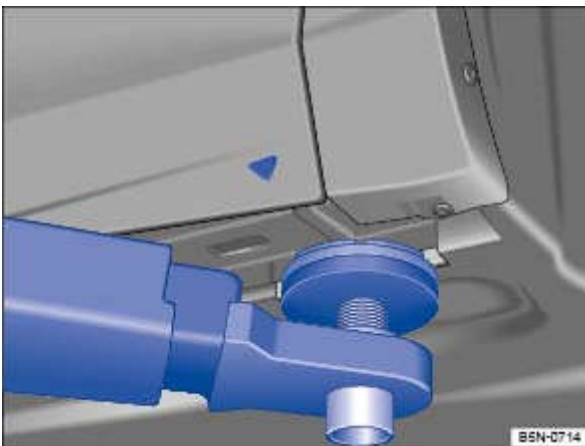
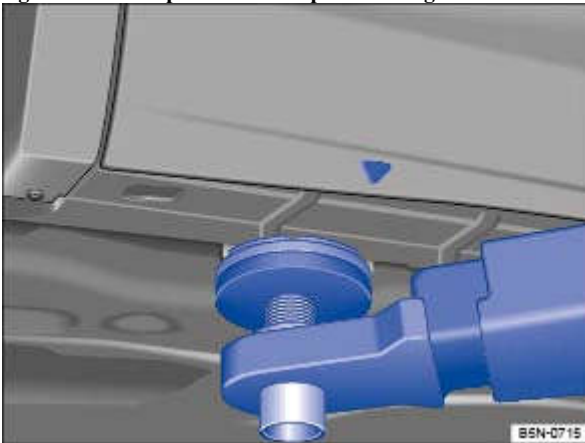

Fig. 244 Point de prise à l'avant pour le levage du véhicule avec le pont élévateur ou le cric
Fig. 245 Point de prise à l'arrière pour le levage du véhicule avec le pont élévateur ou le cric
Le véhicule ne doit être soulevé qu'aux points de prise indiqués sur les figures → Fig. 244 et → Fig. 245. Les repères indiquent où se trouvent les points de prise. Si le véhicule n'est pas soulevé aux points de prise indiqués sur les figures, il peut s'ensuivre des dommages sur le véhicule →  ainsi que des blessures graves → .
- Ne soulevez le véhicule que par les points représentés sur les figures → Fig. 244 et → Fig. 245 . Si le véhicule n'est pas soulevé aux points indiqués, il peut tomber du pont élévateur, par ex. lors de la dépose du moteur ou de la boîte de vitesses.